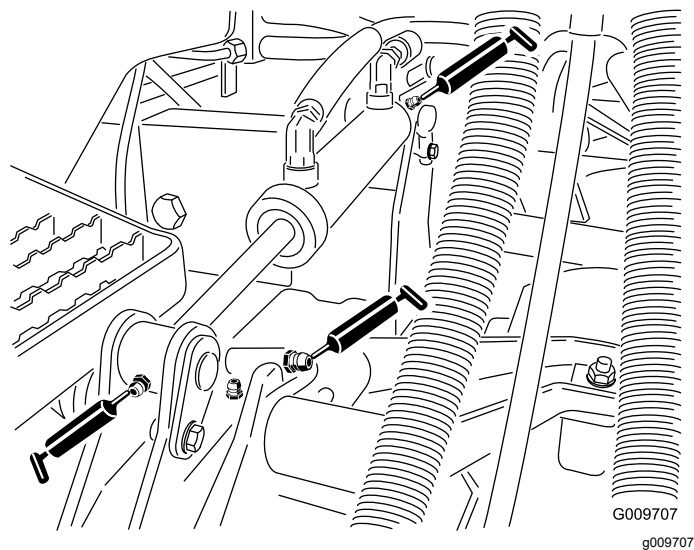

図 84
- 図 84に示す、昇降アームのブッシュカッティングユニット 1 台に 1 ヶ所
- 図 84に示す、昇降シリンダのブッシュカッティングユニット 1 台に 2 ヶ所